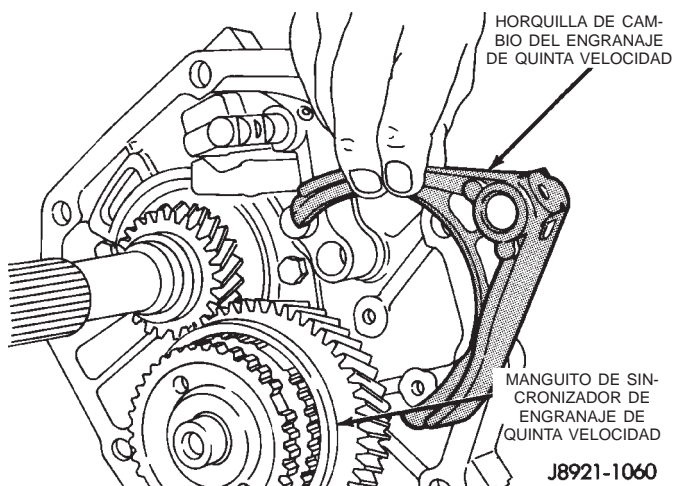

Fig. 54 Desmontaje de horquilla de cambio de engranaje de quinta velocidad
(5) Desplace hacia adelante la corredera de cambios del engranaje de quinta velocidad, hasta que la corredera se separe de la horquilla de cambio.
(6) Retire la horquilla de cambio del engranaje de quinta velocidad del manguito del sincronizador (Fig. 54).